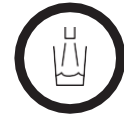

Fig. 3-5 Pulsante riempimento bicchiere
② Pulsante riempimento bicchiere (Fig.3-5) **A E**